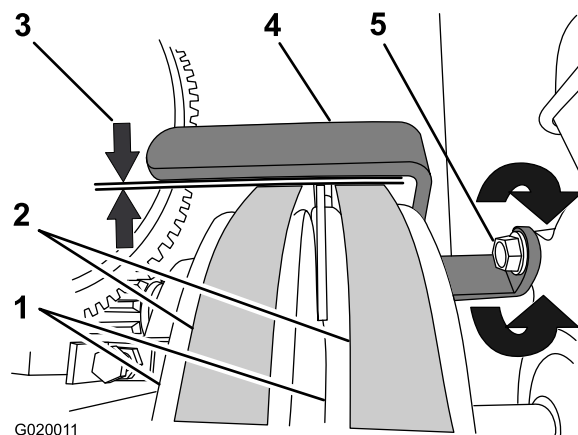

Figure 59
3. Vérifiez que le guide et les courroies sont espacés de 2,5 à 4 mm (3/32 à 5/32 po); voir Figure 59.
- A. Desserrez le boulon qui fixe le guide de courroies au moteur (Figure 59).
de 2,5 à 4 mm (3/32 à 5/32 po) entre le guide et chaque courroie (Figure 59).
- C. Resserrez le boulon qui fixe le guide de courroies au moteur (Figure 59).